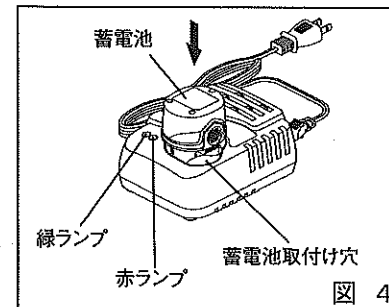

図4
- ③ 充電器の蓄電池取付穴に電池を取付けます。しっかり奥まで差し込んでください。(図4) 赤ランプが点灯し充電が始まります。約30分で緑ランプが速く点滅します。(80%充電完了) 緑ランプが点灯すると100%充電完了です。充電時間は約60分です。(図4)